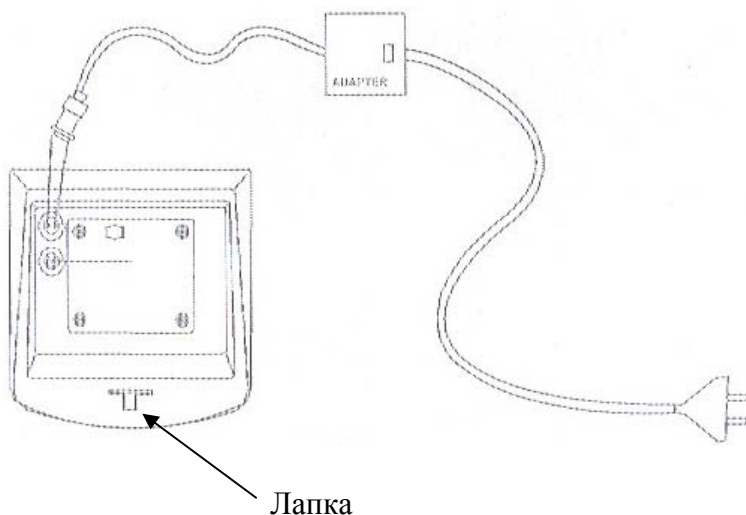

Рисунок 5.1 – Расположение фиксирующей лапки
- Откройте заднюю крышку индикатора, нажав на фиксирующую лапку вниз (см. рисунок 5.1).